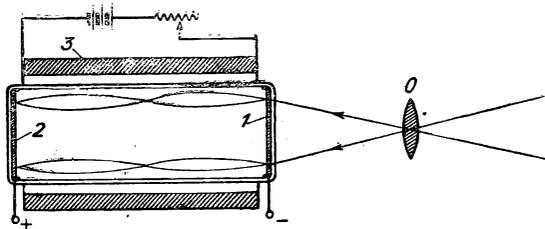

Рис. 60. Электронный преобразователь изображений.
Построим трубку, изображенную на рис. 60, в которой с правой стороны нанесен полупрозрачный светочувствительный слой (1) (фотокатод), а с противоположной стороны — флуоресцирующий экран (2).
Передатчик (диссектор) Фарнсворта в своей основной части отличается от трубки, изображенной на рис. 60, только тем, что вместо флуоресцирующего экрана (2) в нем помещен металлический анод с маленьким отверстием в центре. Сквозь это отверстие пролетает небольшая часть электронного потока, соответствующая одному элементу изображения.
Наша трубка на рис. 60 сперва превращает оптическое изображение в электронное, а затем электронное снова в оптическое.